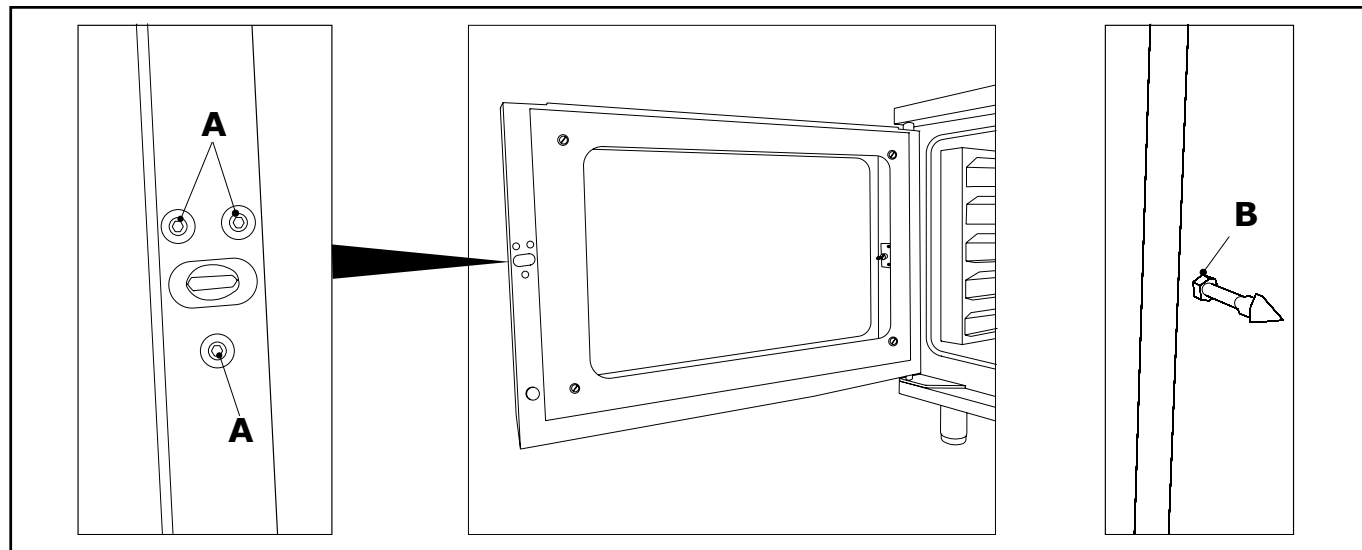

Abb. 11
- Die Schrauben lösen (**A** - Abbildung 11).
- Wenn notwendig, die Schraubenmutter (**B** - Abbildung 11) des Hakens im Uhrzeigersinn oder gegen den Uhrzeigersinn drehen, um die richtige Schließung des Handgriffs einzustellen. Dabei auf die richtige Ausrichtung der Hakenspitze achten.